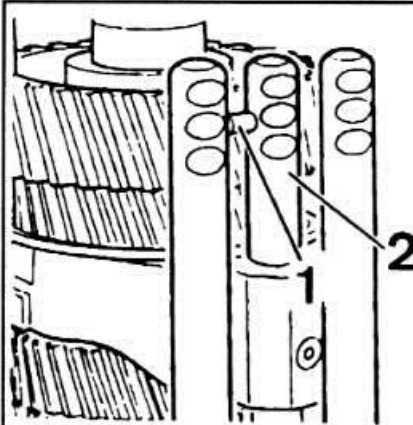

Рис. 6-21. Установка блокировочного сухаря:
- Вставить сухарь в шток вилки переключения I и II передач и закрепить его небольшим количеством консистентной смазки (рис. 6-21).